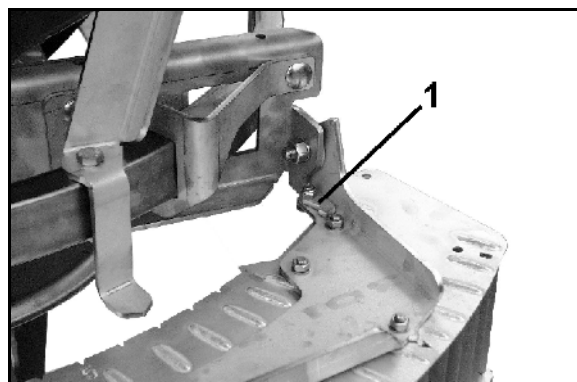

图 77
可通过伸缩叶片（图 77/1）根据撒播的肥料类型按照撒播表和田地边缘与第一道车道的距离，如下进行设置：
1. 拧开相应的翼型螺母后，将撒播盘上的伸缩叶片（图 77/1）转到刻度尺（图 77/2）区域。在读取边（图 77/3）上读取数值并重新拧紧翼型螺母。
2. 拧开螺母（图 77/5）后将叶片外段（图 77/4）设置到刻度尺（图 77/6）上较高的字母值。从读取边（图 77/7）读出叶片外段在刻度尺上的位置。